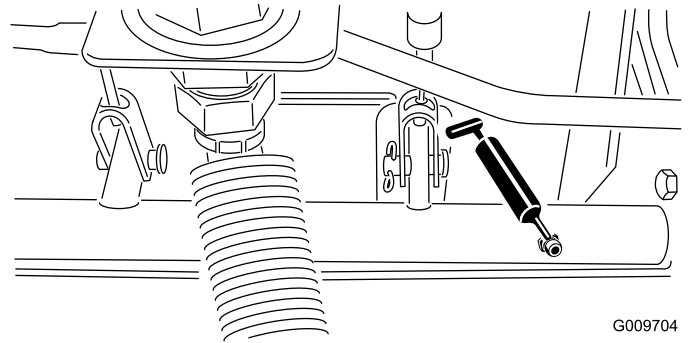

Figura 40
- Cojinetes del pivote del eje de freno (5), como se muestra en la Figura 40